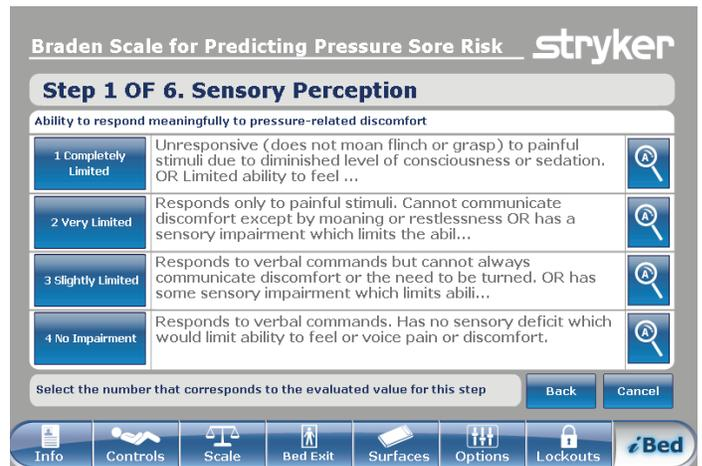

Figure 103 – Échelle de Braden pour la prévision du risque de formation d'escarres de décubitus
2. Toucher la valeur correspondante (1 à 4) pour chaque catégorie (Figure 103).
Remarque - Pour afficher la description détaillée d'une valeur, toucher l'icône de la loupe (Figure 103). Une autre fenêtre s'affiche montrant la description détaillée de la valeur (Figure 104).